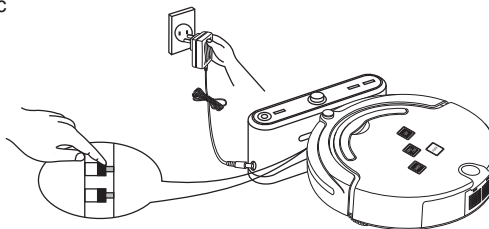

Рис.4
3. Перед началом процесса заряда батареи соедините адаптер с главной станцией и расположите робот-пылесос встык с главной станцией. (См.рис.4)